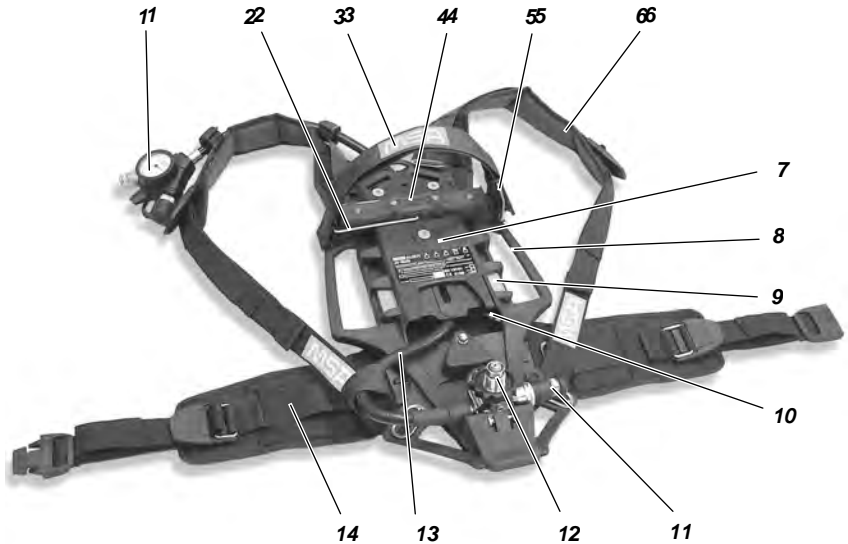
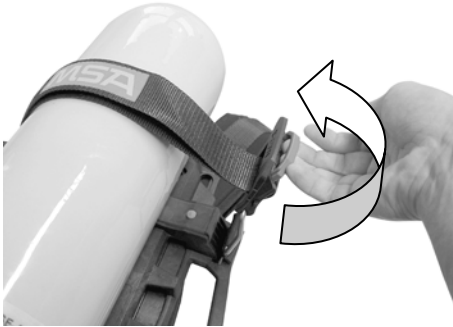

Bild 1 Pressluftatmer AirMaxx SL
Bild 8 Entfernen der Druckluft-Flaschen
- (1) Pressluftatmer waagrecht legen, so dass die Außenseite nach oben zeigt (vergleiche Bild 1).
- (2) Flaschenbügel (2) in waagerechte Position gegenüber der Spannschnalle (5) klappen, so dass er einrastet.
- (3) Dichtung am Druckminderer (12) auf einwandfreien Zustand kontrollieren.
- (4) Spannschnalle am Flaschenband öffnen und ggf. durch Ziehen des Bügels die Klemmwirkung aufheben und das Band verlängern (siehe Bild 8).
- (5) Druckluft-Flasche so durch das Flaschenhalteband (3) schieben, dass das Flaschenventil zum Druckminderer zeigt, und auf mittlere Auflage (4) legen.
- (6) Flaschenventil am Druckminderer anschrauben, dazu den Pressluftatmer ggf. mit Ventil nach oben senkrecht aufstellen.
- (7) Flaschenhalteband am freien Ende anziehen.
- (8) Festen Sitz der Druckluft-Flasche kontrollieren und ggf. korrigieren.
- (9) Spannschnalle nach unten klappen bis sie einrastet.
- (10) Ende des Flaschenhaltebandes am Klettband des Bandes befestigen.
- (11) Flaschenventil kurz öffnen und prüfen, ob an der Verschraubung Luft abströmt, ggf. die Verschraubung korrigieren.
- (2) Flaschenbügel (2) in senkrechte Position klappen, so dass er einrastet.
- (3) Sollte am Druckminderer (12) kein T-Stück montiert sein, Dichtungen am Druckminderer und T-Stück kontrollieren und T-Stück lose anschrauben.
- (4) Spannschnalle am Flaschenhalteband öffnen und ggf. durch Ziehen des Bügels die Klemmwirkung aufheben und das Band verlängern (siehe Bild 8).
- (5) Eine Druckluft-Flasche durch das Flaschenhalteband schieben, so dass das Flaschenventil zum T-Stück zeigt, und auf eine der äußeren Auflagen legen.
- (6) Flaschenventil am T-Stück lose anschrauben.
- (7) Zweite Druckluft-Flasche so durch das Flaschenband schieben, dass das Flaschenventil zum T-Stück zeigt, und auf die andere äußere Auflage legen.
- (8) Zweites Flaschenventil am T-Stück lose anschrauben.